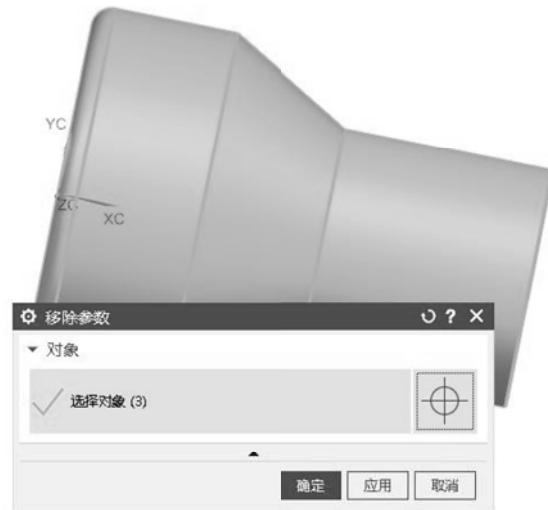

图 3-15 移除参数操作
(5) 移除截面和毛坯零件的参数，注意一定要框选所有的对象，如图 3-15 所示。移除参数的目的是方便操作，提高创建加工速度。通常在加工前，零件模型和毛坯模型都需要进行移除参数操作。